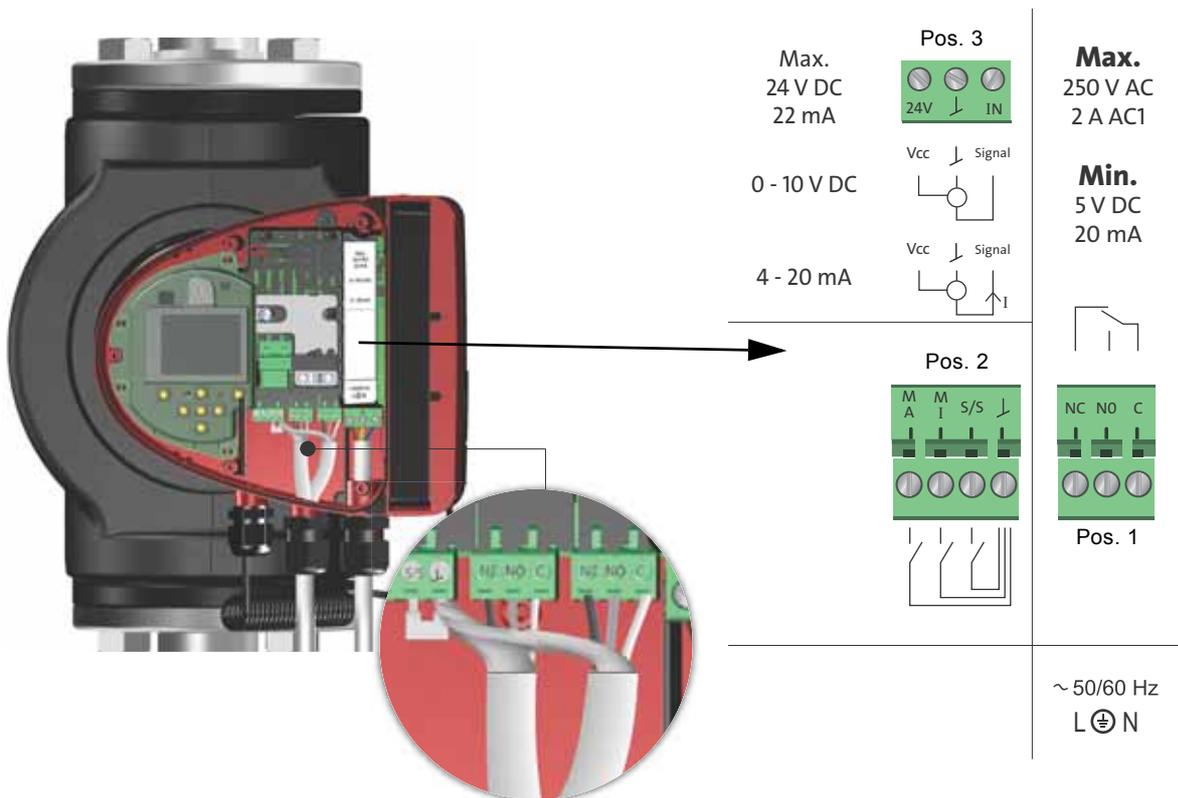

Fig. 41 Esquema de ligação, versões de ligação com terminais
Consulte a fig. 41, pos. 1.
Consulte a fig. 41, pos. 2.